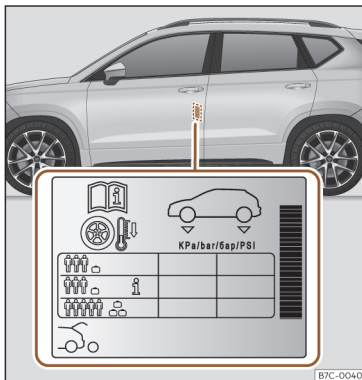

Fig. 203 Localização do autocolante da pressão de ar dos pneus.
- Adapte a pressão dos pneus à carga transportada pelo veículo >>> **Fig. 203.**
Os valores da pressão de enchimento indicam-se na etiqueta autocolante situada na zona posterior da moldura da porta dianteira esquerda >>> **Fig. 203.**
A pressão dos pneus tem de ser ajustada à carga momentânea do veículo. Se pretender utilizar o veículo com a carga máxima, terá de aumentar a pressão dos pneus para o valor máximo indicado na etiqueta >>> **Fig. 203.**
No caso de uma roda de emergência mais estreita (125/70 R16 ou 125/70 R18), encher a 4,2 bar de pressão segundo indicado na etiqueta de pressão dos pneus >>> **Fig. 203.**
Dependendo do veículo, pode adaptar-se a pressão de ar dos pneus para meia carga para aumentar o conforto de condução (pressão de ar dos pneus **i** >>> **Fig. 203**). Quando se circula com a pressão de ar de conforto, o consumo de combustível pode aumentar ligeiramente.
- O condutor é responsável por garantir que todos os pneus do veículo estejam cheios com a pressão correta. A pressão de ar recomendada é indicada num autocolante >>> Fig. 203.
- Com os pneus a frio, deverá manter-se sempre a pressão indicada no autocolante >>> Fig. 203.